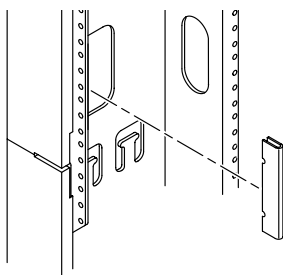

図 1-7 キャビネットガードの取り付け
2. キャビネットガードの上部の V 型くぼみと該当する番号のホールを合わせて、キャビネットの端に届くまで、ガードの中心部を強く押します (図 1-7)。